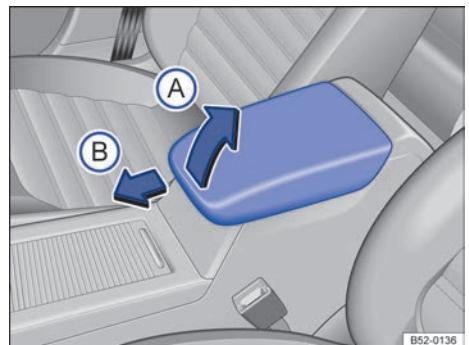

Fig. 100 Reposabrazos central delantero.
Para *levantar* el reposabrazos, tire de él hacia arriba en el sentido de la flecha → **fig. 100** (A) encastre por encastre.